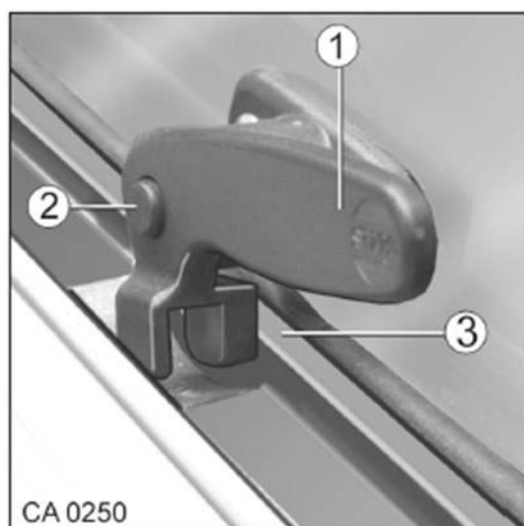

Fig. 51 Verrouillage des vitres orientables
1. Appuyer sur le bouton de blocage (Fig. 51/2) et le maintenir appuyé.
2. Placer le levier de verrouillage (Fig. 51/1) verticalement.
1. Fermer la vitre orientable en tirant sur le levier de verrouillage (Fig. 51/1).
2. Tirer le levier de verrouillage (Fig. 51/1) vers soi et le positionner horizontalement en le tournant dans le sens horaire. Le levier de verrouillage doit se trouver sur la face intérieure de l'entretoise de la vitre (Fig. 51/3).